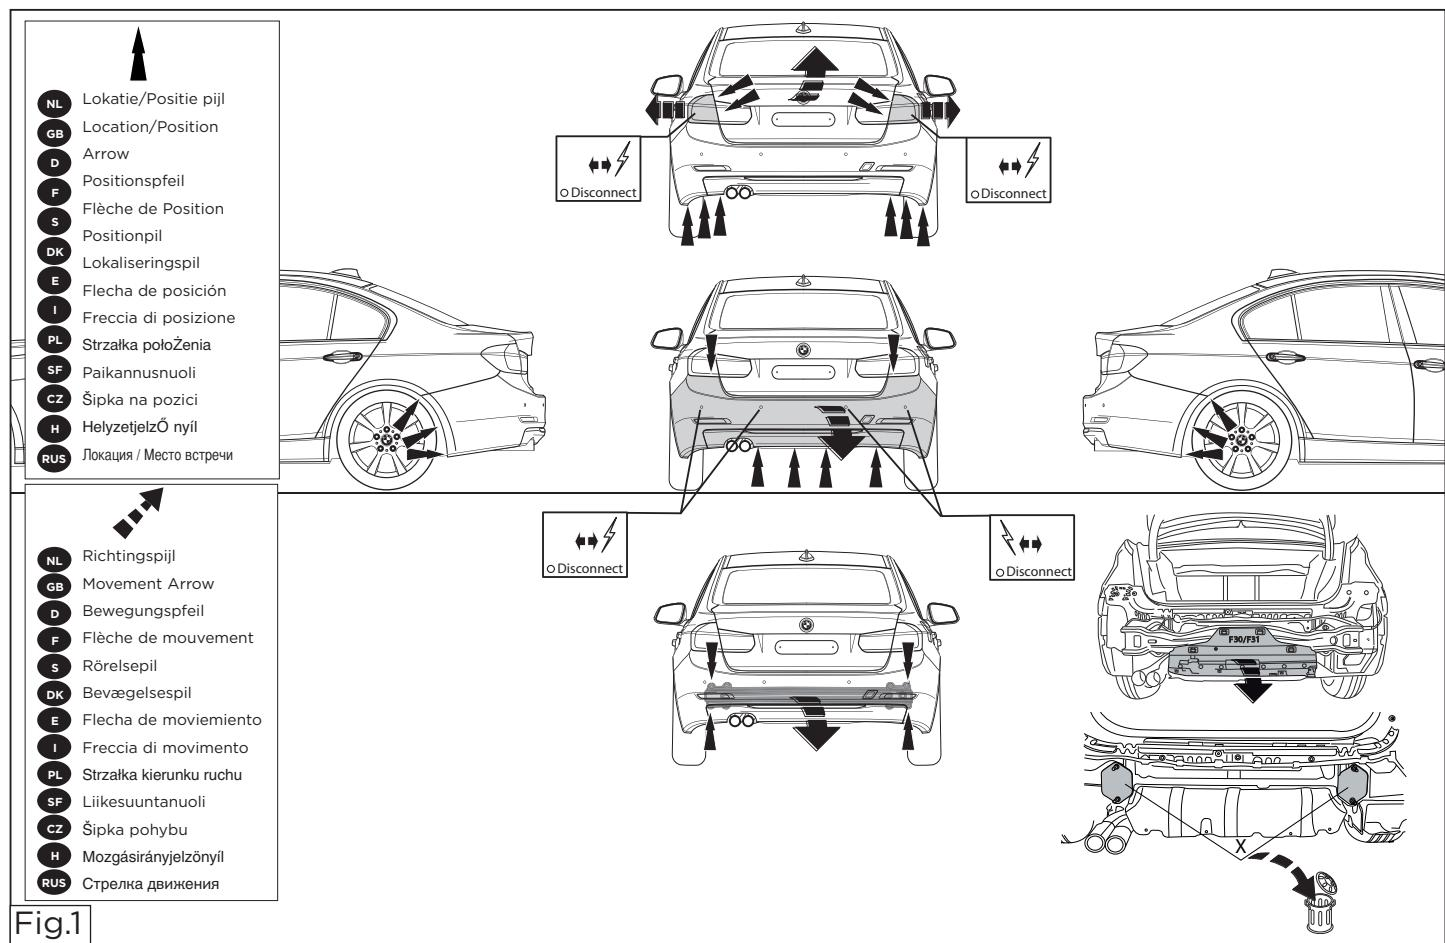

Fig.1
1. Remove the rear-light units. See figure 1.
1. Die Rücklichter abmontieren. Siehe Abbildung 1.
3. Die Stoßstange einschließlich des stählernen Stoßbalkens vom Fahrzeug abmontieren. Entfernen Sie die Kunststoffkappe von der Metallstoßstange. Der Stoßbalken wird nicht mehr benötigt. Gegebenenfalls die Aufkleber bei den Befestigungspunkten X entfernen. Siehe Abbildung 1.
1. Demonter baglysenhederne. Se fig.1.